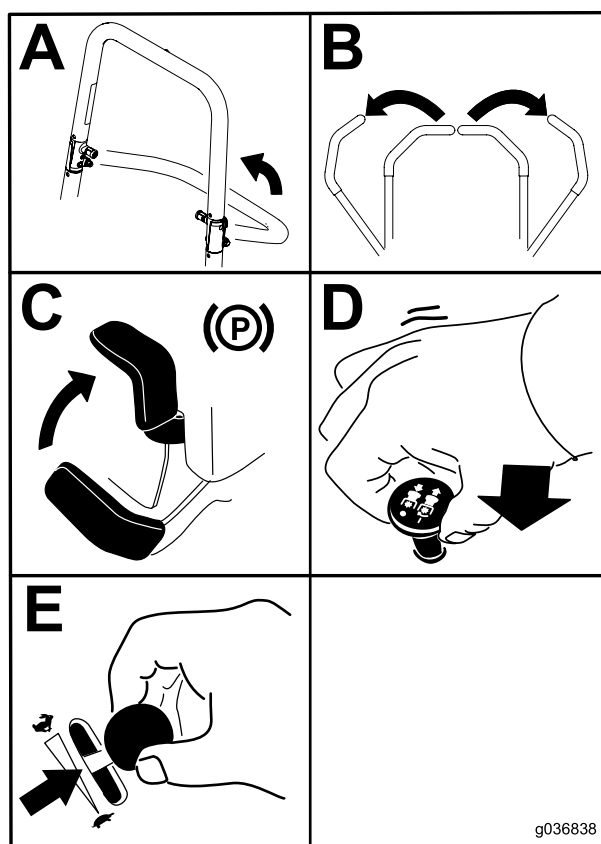

Bild 23
4. Stellen Sie den Zapfwellenantriebsschalter in die AUS-Stellung (Bild 23).